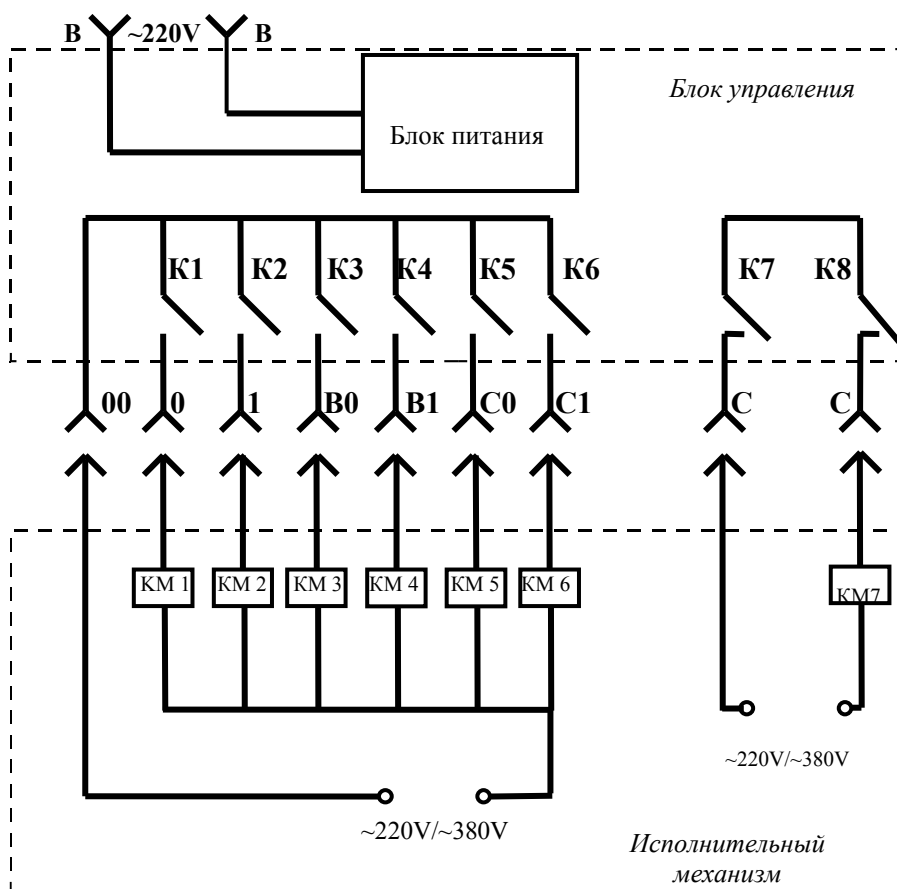
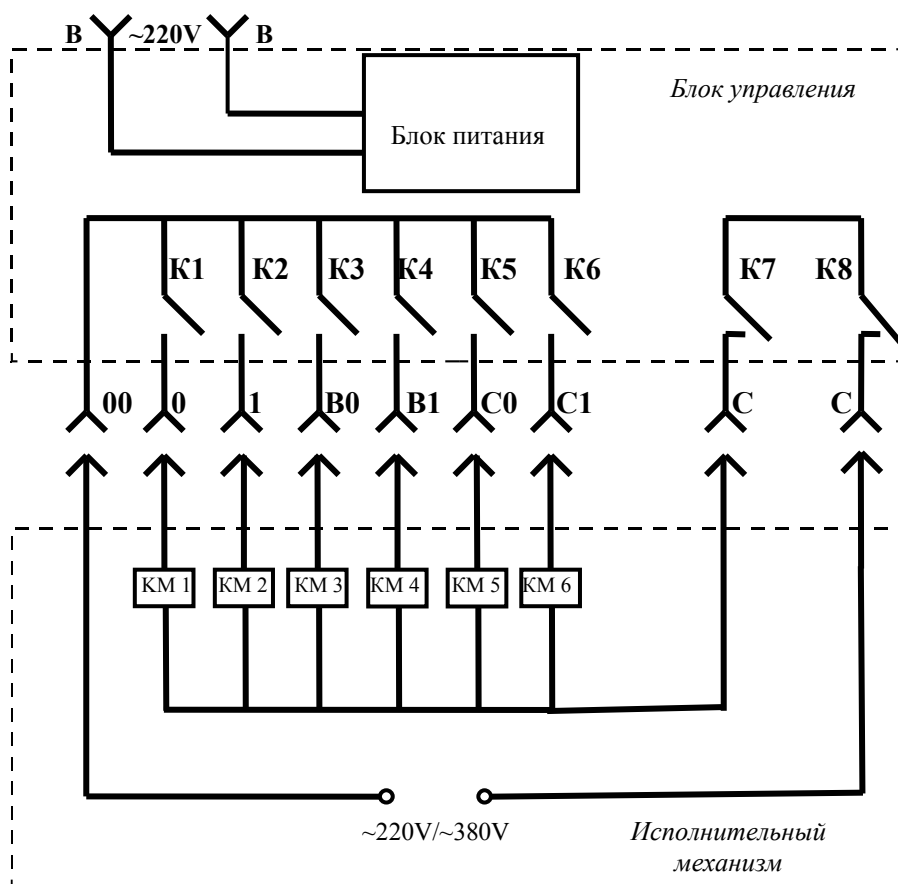

Рис. 2
Рис. 3
6.2 Схема коммутации реле *Блока управления* и варианты сопряжения с *Исполнительным механизмом* приведены на рис. 2 и рис. 3. Указанное на схемах состояние контактов реле К1-К8 соответствует обесточенному состоянию *Блока управления*. Маркировка проводов кабелей *Блока управления* указана на рис.2 и рис.3.
6.4 Вариант подключения СДУ к *Исполнительному механизму*, имеющему общий трехфазный магнитный пускатель (КМ7 на рис.2) включения *Исполнительного механизма*. КМ1-КМ6 (рис.2) магнитные пускатели направлений перемещения *Исполнительного механизма*.
6.5 Вариант подключения СДУ к *Исполнительному механизму*, не имеющему общего трехфазного магнитный пускателя включения *Исполнительного механизма*. КМ1-КМ6 (рис.3) магнитные пускатели направлений перемещения *Исполнительного механизма*.
7.3 Произведите подключение *Блока управления*, руководствуясь принципиальной электрической схемой *Исполнительного механизма* (таль, кран балка и пр.), техническим описанием *СДУ* и «Схемой коммутации» (рис. 2, рис. 3). Необходимо подключить питание *Блока управления* к **сети 220 В переменного тока** таким образом, чтобы общий трехфазный магнитный пускатель *Исполнительного механизма* не мог его обесточить. Питание *Блока управления* должно отключаться вводным устройством (рубильник, автоматический выключатель) *Исполнительного механизма*.
Перемещения Исполнительного механизма не соответствуют обозначениям на кнопках Пульт управления	Проверить и откорректировать подключение магнитных пускателей Исполнительного механизма к реле Блока управления , руководствуясь схемой коммутации на рис.2 и рис.3 и принципиальной электрической схемой Исполнительного механизма .